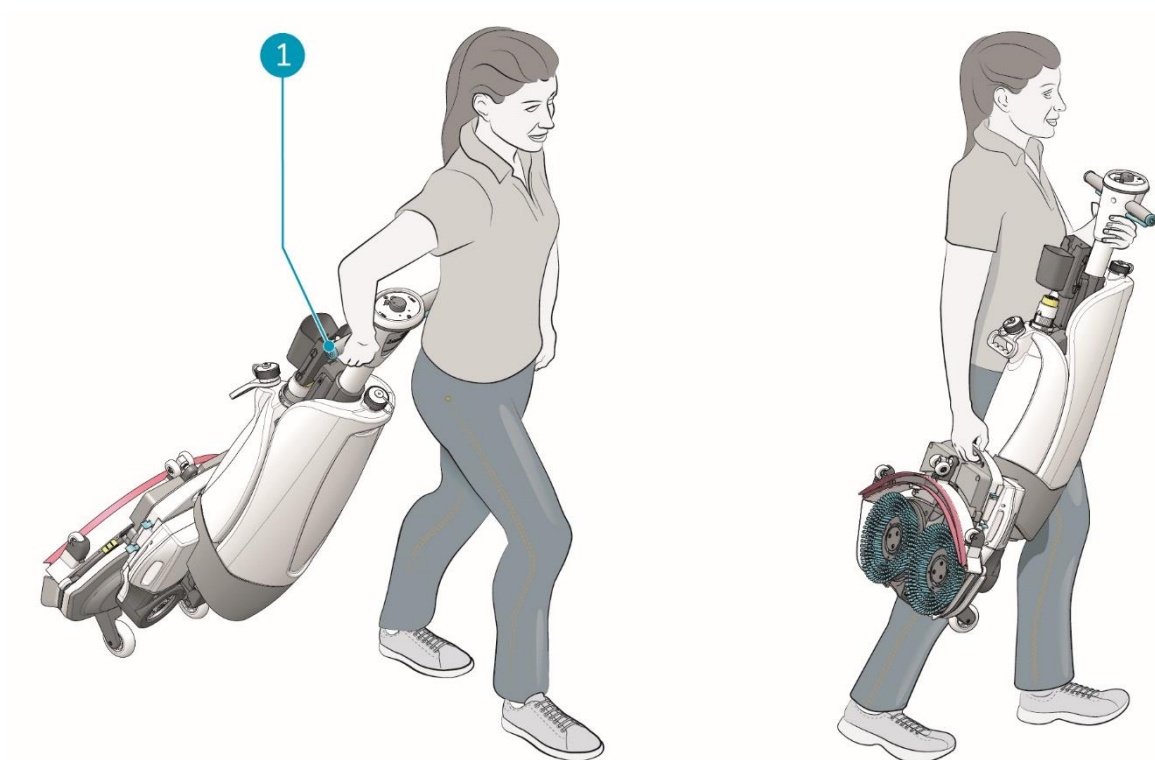

Figura 20
2. Segurar a pega com uma mão (Figura 20, pos. 1).